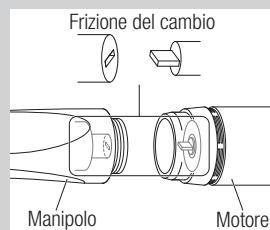

Fig. 5
- Quando si collega il manipo al motore, l'avvitamento potrebbe diventare improvvisamente eccessivo. Ciò è dovuto ad un disallineamento dell'innesto della trasmissione del motore del manipo a motore. In tal caso, il serraggio forzato della vite provocherà la rottura del motore. Allentare la vite, ruotare il mandrino del manipo o la fresa per allineare l'innesto della trasmissione del motore, quindi serrare nuovamente la vite (Fig. 5).